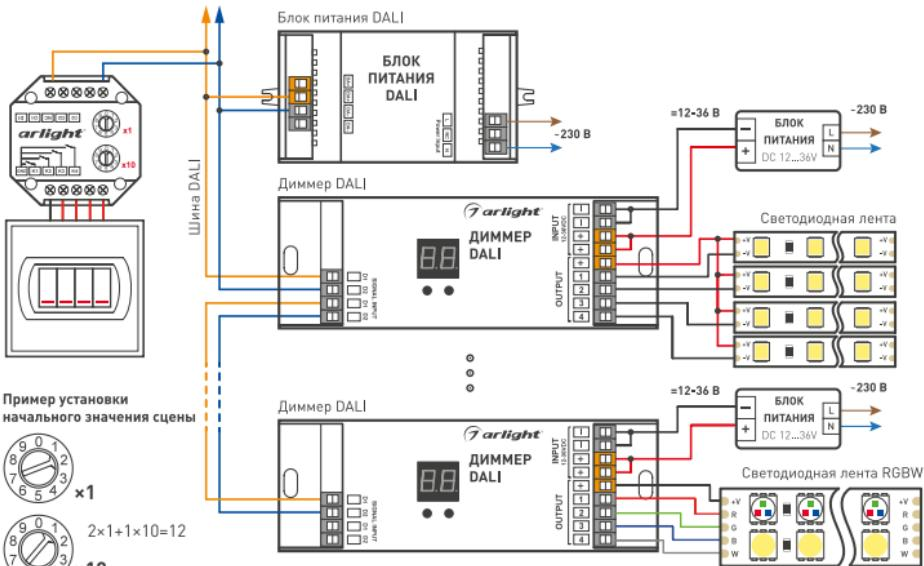

Рисунок 1. Схема подключения конвертера.
- 3.2. Подключите кнопочный выключатель с нормально разомкнутыми контактами к клеммам GND (общий провод всех кнопок) и K1, K2, K3, K4 (см. Рис. 1).
На Рис. 1 показан пример установки числа 12. При такой установке кнопка 1 будет управлять сценой 12, кнопка 2 — 13, кнопка 3 — 14, кнопка 4 — 15. Максимально возможное количество адресов и устройств на однойшине DALI — 64. Максимально возможное количество сцен на однойшине DALI — 16.